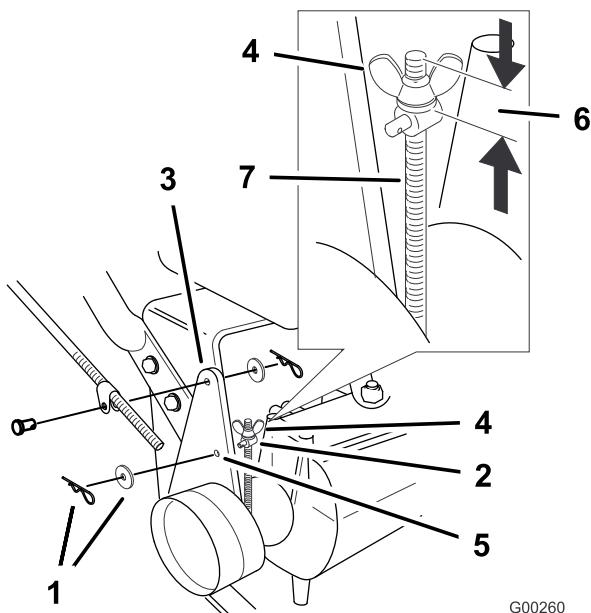

Figure 45
Remarque: Pour le réglage initial, ajustez l'écrou à oreilles jusqu'à ce qu'il soit à 32 mm (1-1/4 po) du haut de la tige (Figure 45).
5. Pour régler le frein, enlevez la goupille fendue et la rondelle du levier et du tourillon (Figure 45).
8. Placez le tourillon dans le trou F (Figure 45). Serrez l'écrou à oreilles.
9. Fixez le tourillon au levier de frein à l'aide de la rondelle et de la goupille fendue (Figure 45).